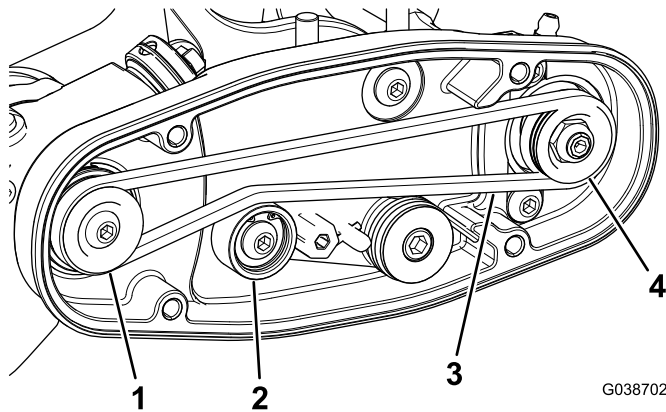

图13
- 先缠绕**驱动**皮带轮周围的皮带然后再缠绕总轮皮带轮顶部上方的皮带 图13。